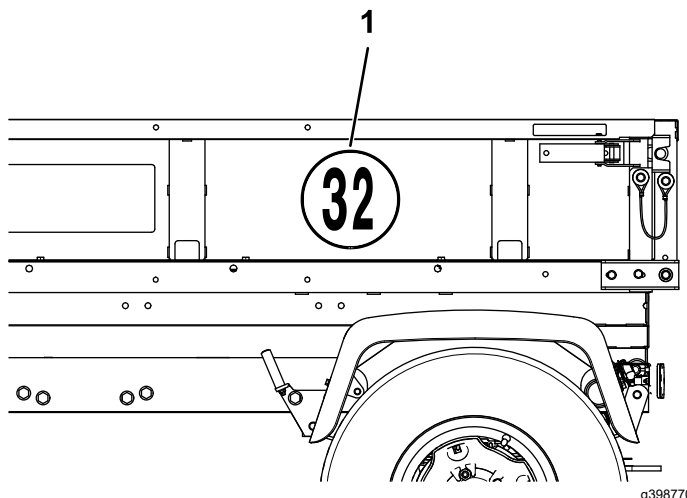

图 19
1. 如图 19 所示在货斗左侧将速度标贴连接到第 2 和第 3 槽之间的区域。